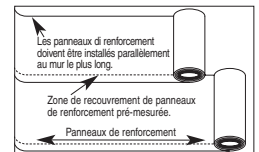

Figure 10
- La sous-couche du plancher flottant comporte déjà un ruban à double face qui permet de raccorder les sections de sous-couche qui se chevauchent (Figure 10). Si la sous-couche ne requiert pas un adhésif, apposer le ruban fourni sur toutes les jointures.